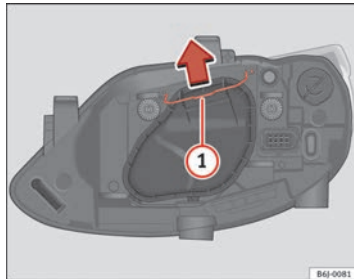

Abb. 144 Ablend-/
- Verschieben Sie die Strebe ⇒ Abb. 144 ① in Pfeilrichtung und nehmen Sie den Deckel ab.